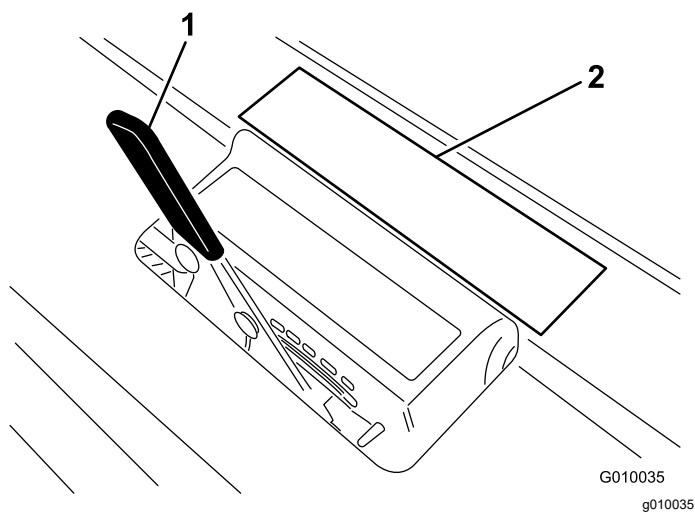

Рисунок 18
3. Уложите зуб на наклейку со шкалой глубины проколов (Рисунок 18) так, чтобы один конец зуба был совмещен с требуемой глубиной аэрации (см. «Наложение зуба на наклейку со шкалой»).